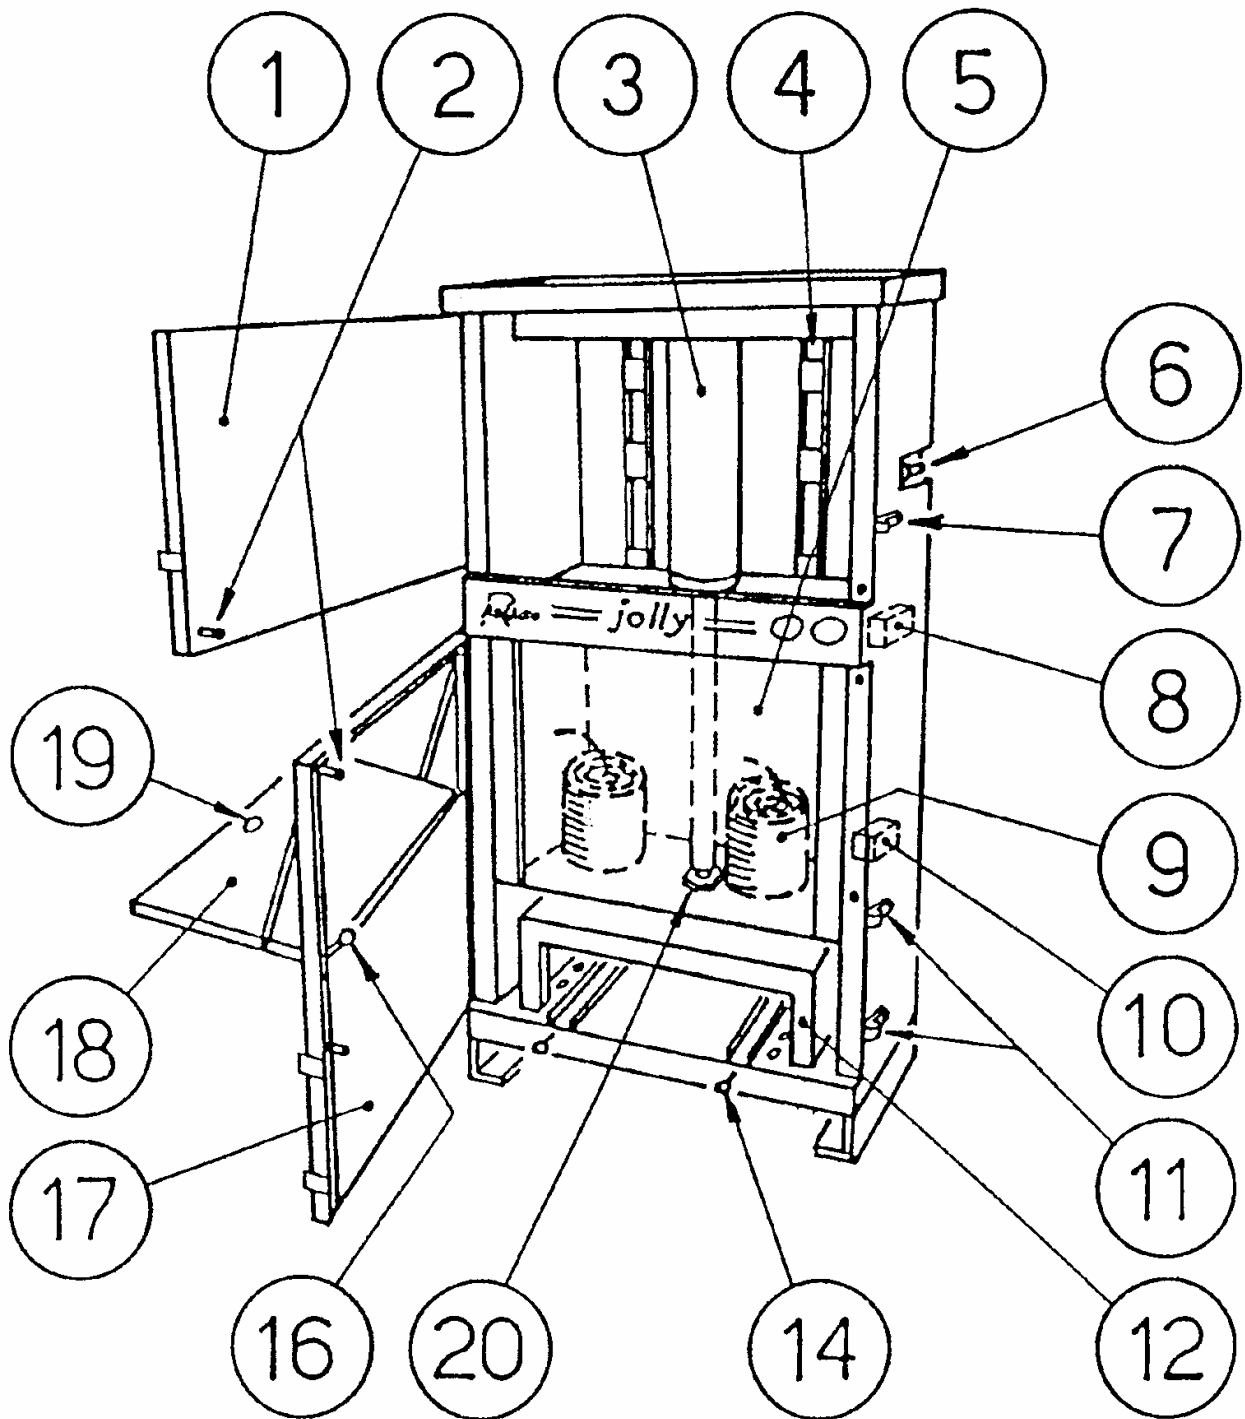

Figure 1
La presse est principalement composée d'un récipient en fer (voir figure 1) où sont logés un pistolet pneumatique, un plateau de pressage en acier galvanisé, un tabouret pour écraser les boîtes et les pots et deux rouleaux de ficelle de polypropylène pour ficeler les balles.
SCHÉMA DE LA PRESSE (voir figure 1).
- 5) Contrôler périodiquement que le plateau de pressage (pos.5 fig.1) commence la descente lorsque le volet de fermeture (pos.18 fig.1) est à 3 ou 4 cm de sa fermeture.
- A cause de la condensation dans les tuyaux, l'air à l'entrée doit être lubrifié afin d'éviter que l'intérieur des soupapes (pos. 8 et 10 fig.1) et du piston (pos.3 fig.1) ne s'oxyde ou ne rouille.
Relier l'air comprimé à l'entrée au raccord (pos.6 fig.1).
Ouvrir le volet supérieur (pos.1 fig.1), prendre les deux extrémités de la ficelle qui se trouvent sur les récipients à l'intérieur du plateau de pressage (pos.9 fig.1) et les enfiler, vers le bas, dans les fentes (pos.4 fig.1) situées sur l'arrière à l'intérieur de la presse.
Fermer le volet supérieur (pos.1 fig.1), ouvrir celui de déchargement (pos.18 fig.1) pour faire monter le piston. Puis, ouvrir le volet inférieur (pos.17 fig.1) reprendre la ficelle et l'accrocher aux supports (pos.14 fig.1) et achever d'enfiler la ficelle dans les fentes (pos.4 fig.1) à l'aide éventuellement d'un tournevis. Enfin, fermer tous les volets (pos.1-17-18 fig.1).
- Ouvrir le volet (pos.18 fig.1) pour faire monter automatiquement le plateau de pressage (pos.5 fig.1).
- Ouvrir le volet inférieur (pos.17 fig.1) et enlever le tabouret (pos.12 fig.1). Fermer le volet (pos.17 fig.1).
- Ouvrir le volet de chargement (pos.18 fig.1) et enfiler à l'intérieur le matériel à emballer.
Quand la presse est à l'arrêt, le volet de chargement (pos.18 fig.1) doit rester fermé afin de maintenir le matériel emballé sous pression.
- Ouvrir le volet de chargement (pos.18 fig.1) pour faire monter automatiquement le plateau de pressage (pos.5 fig.1), enfiler la main par l'ouverture et prendre les deux ficelles situées dans les fentes (pos.4 fig.1) à l'arrière de la presse et les tirer vers l'avant de la presse.
- Fermer le volet de chargement (pos.18 fig.1) pour maintenir la balle sous pression.
- Ouvrir le volet inférieur (pos.17 fig.1), ficeler manuellement la balle avec le bout de ficelle venant d'être coupé et celui qui est enfilé dans les crochets (pos.14 fig.1).
- Fermer le volet (pos.17 fig.1).
- Ouvrir le volet de chargement (pos.18 fig.1) pour faire monter le plateau de pressage (pos.5 fig.1).